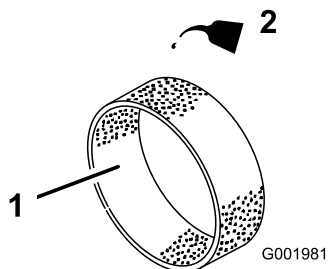

図 48
4. 乾いたら新しいエンジン・オイルを30～60 cc含ませる（図 48）。